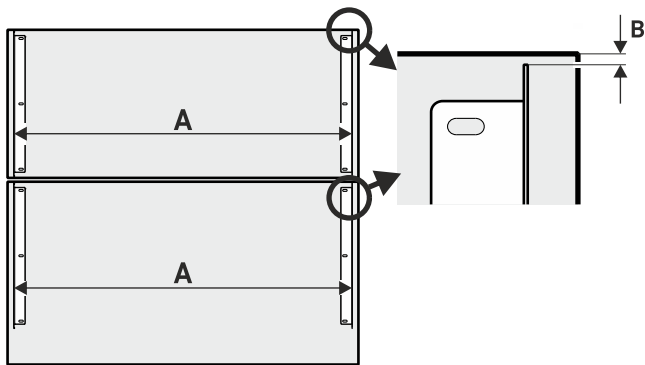

Fig. 40
- Montare la staffa di fissaggio tenendo conto della distanza Fig. 40 (A) e della distanza Fig. 40 (B).